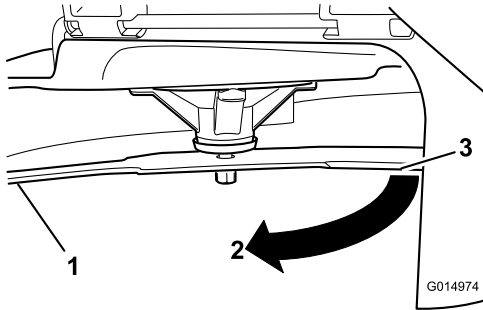

図 58
4. 同じブレードを180度回転させる。すなわち、ブレードのもう一方の刃先が、先ほど測定した場所と同じ位置にくるようにする 図 58。